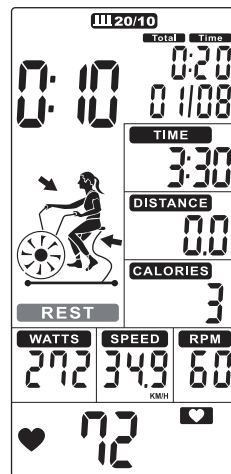
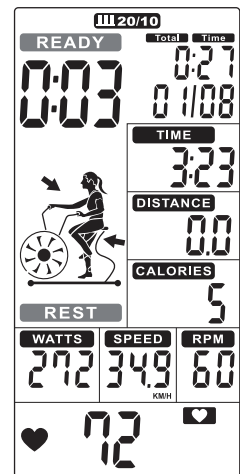

FIGURA 26
FIGURA 27
- El tiempo del ciclo cuenta hacia atrás de 10 a 0 y la palabra REST parpadea una vez por segundo junto con 10 pitidos (Figura 26), mientras que la palabra READY parpadea durante los últimos 3 segundos (Figura 27).